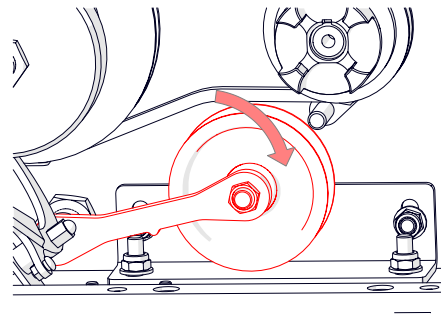

Fig. 15G - Ajustar la polea para evitar el contacto de la correa en la posición de desacoplamiento
9. Ajuste la polea de modo que, cuando la palanca de marcha esté en la posición de desacoplamiento, descanse sobre el soporte (Fig. 15G) evitando en la medida de lo posible el contacto con la correa.